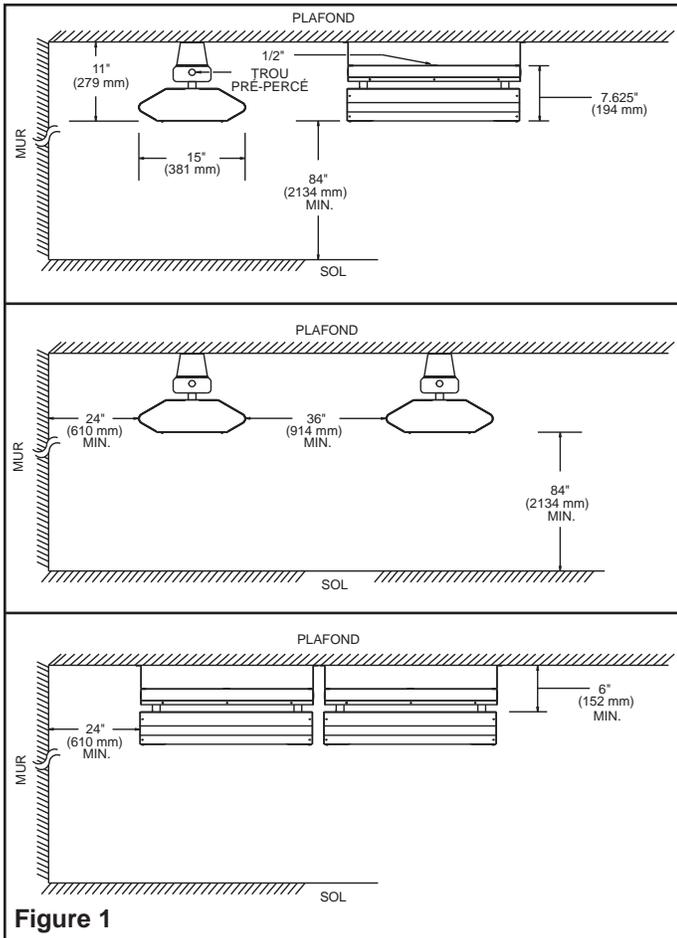

Figure 1
- Vous devez respecter les distances minimum indiquées sur la Figure 1. Maintenez les substances combustibles comme les cartons, les caisses, etc., loin du radiateur.
Limitations de montage – Référez-vous à la figure 1 pour les limitations de montage. Observez les dimensions minimum par rapport au plafond, aux murs, au sol, et aux matériaux combustibles.